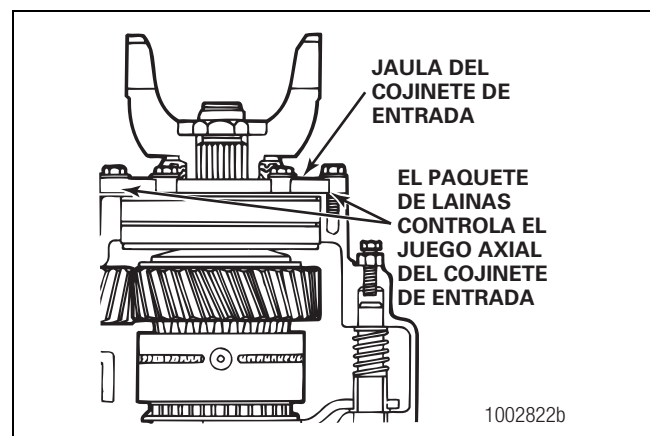

Figura 5.83
3. Sume las cuatro mediciones y determine la brecha promedio entre la jaula y el portadiferencial. Sume 0.005 de pulgada (0.130 mm) a la brecha promedio para determinar el tamaño del paquete de suplementos entre la jaula y el portadiferencial. Figura 5.83.